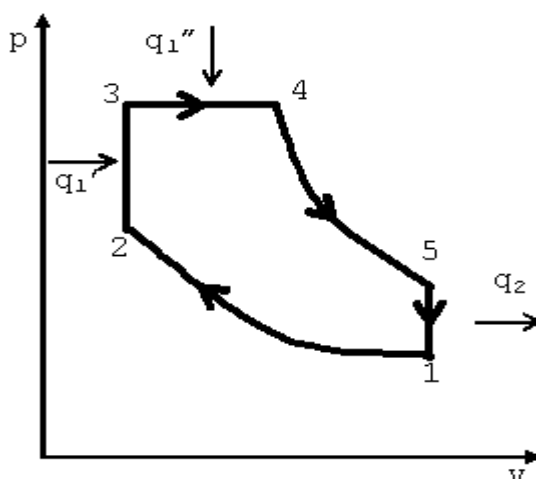

Рис.6. Теоретический цикл Тринклера ДВС
4. Строим действительный цикл Тринклера в масштабе (смотри рис. 6).